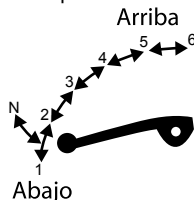

Imagen 33. Cambio de velocidades.
9. Seguir el mismo proceso para meter el siguiente cambio de velocidad. Ver imagen 33.